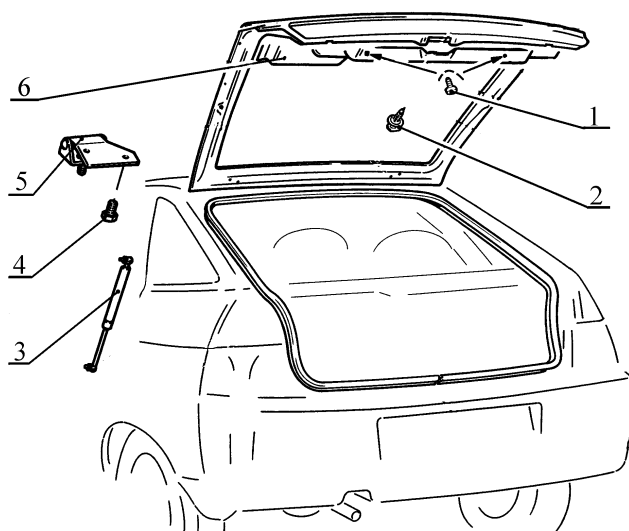

Рис.6. Обивка двери задка а/м ВАЗ-2112.
4.2 Ослабить два винта 1, рис.6, крепления обивки 6 двери задка, вывести из зацепления кронштейны обивки (отвертка крестообразная).